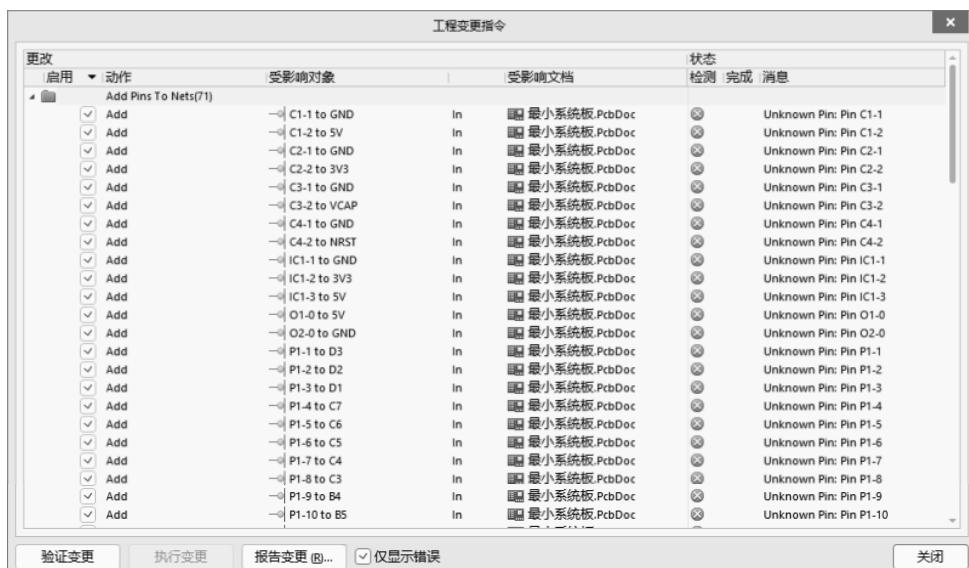

图 13-32 导入执行窗口
(1) 在原理图编辑界面中，执行菜单命令“设计-Update PCB Document 最小系统板.PcbDoc”，进入如图 13-32 所示的导入执行窗口。